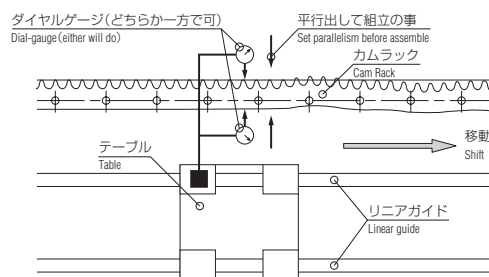

図2 カムラック平行測定方法 Fig. 2 - Measuring procedures for parallelism of Cam Rack -
2. リニアガイドとカムラックの平行出しを行います。(図2参照)
Check parallelism between linear guide and Cam Rack (refer to Fig. 2).